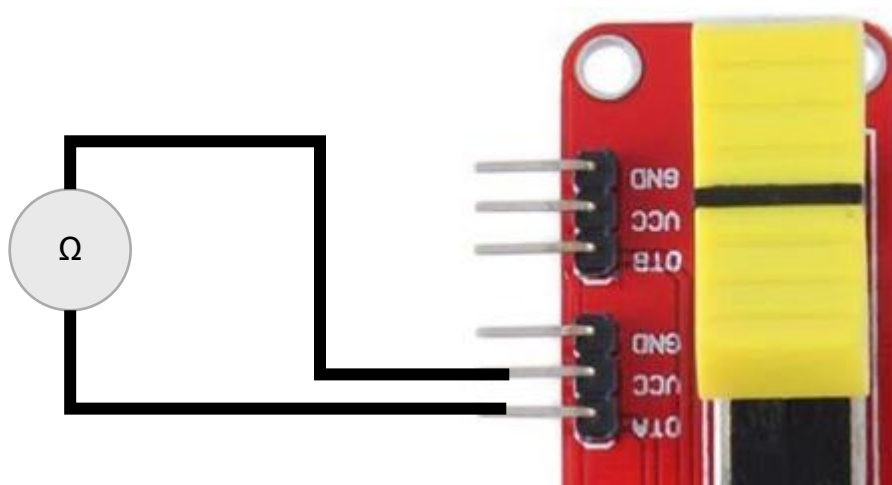
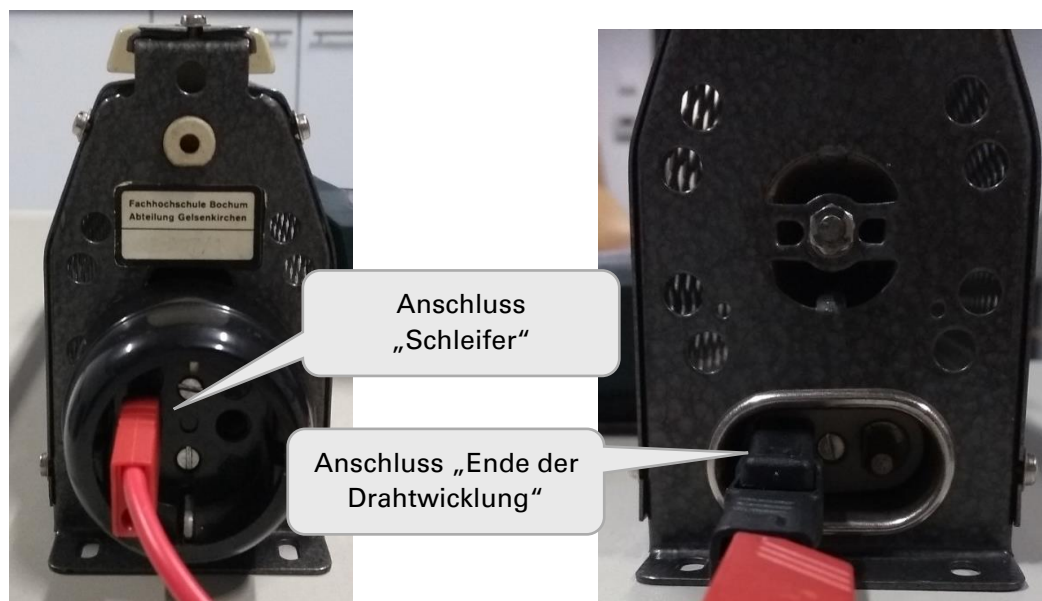

Abbildung 12: Anschluss des „kleinen“ Schiebewiderstandes
Abbildung 13: Anschluss des "großen" Schiebewiderstandes
- Schließen Sie das Multimeter korrekt an und stellen Sie einen passenden Widerstandsmessbereich ein (falls das Multimeter kein Auto-Range unterstützt). Nutzen Sie dazu Abbildung 12 und Abbildung 13. Beim „Schiebewiderstand-in-a-Box“ müssen Sie zunächst eine kleine Knobelaufgabe lösen: Im Gehäuse sind sowohl ein linearer als auch ein logarithmischer Schiebewiderstand montiert. Aus dem Gehäuse führen vier nicht gekennzeichnete Kabel. Diese sind entweder am unteren Ende der Widerstandsbahn oder am Schleifer eines Schiebewiderstandes angebracht. Finden Sie mit Hilfe des Multimeters heraus, welche beiden Kabel zum logarithmischen Schiebewiderstand gehören und verwenden Sie diesen für die weitere Aufgabe!